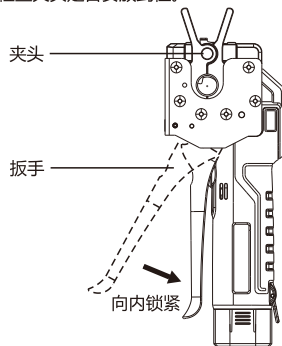

图5
2. 将机身垂直放置，把夹头（喇叭口面向机身）安装到机身的卡槽内，握住扳手向内收拉锁紧；(图5)